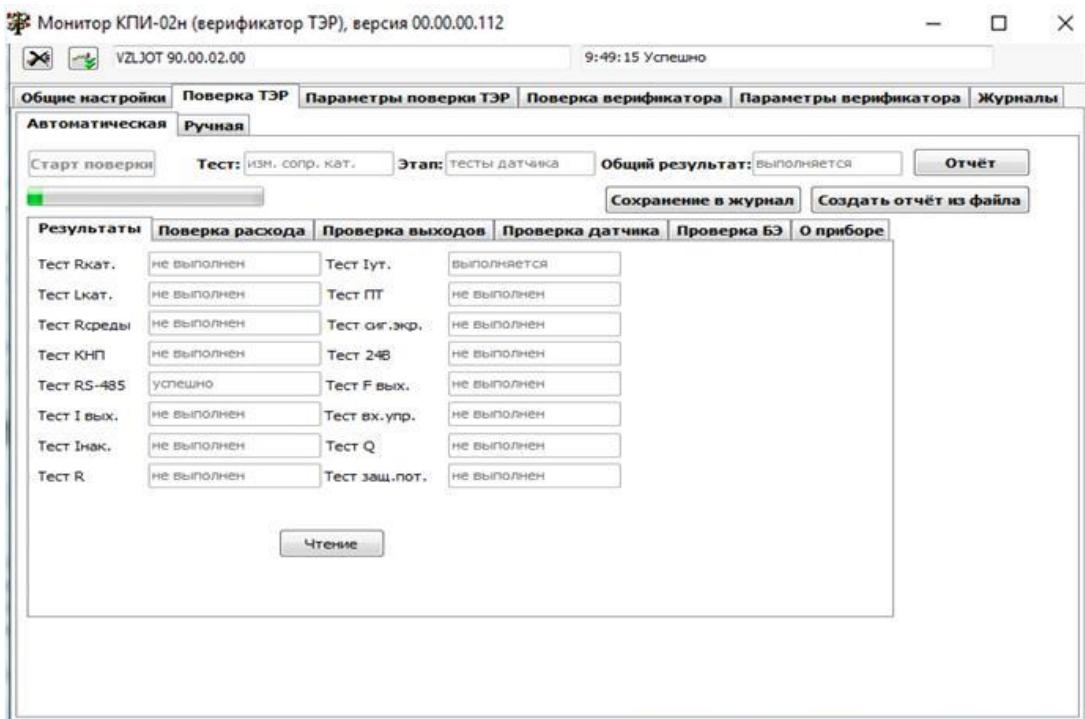

Рис.14. Вкладка «Проверка ТЭР» в автоматическом режиме.
4.2.2. Автоматическая поверка начинается после нажатия на кнопку **Старт поверки**. В окнах **Тест** и **Этап** отображаются соответственно текущий тест и этап проверки (тесты датчика, тесты БЭ или проверка расхода). По мере прохождения теста в окне Результаты проявляются соответствующие сообщения (рис.14).